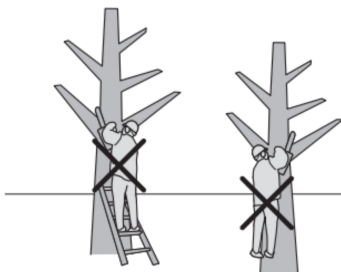

Abb. 17
- 6.** Betreiben Sie die Mini-Kettensäge nicht mit vollständig ausgestreckten Armen, versuchen Sie nicht, schwer zugängliche Bereiche zu sägen, und stellen Sie sich beim Sägen nicht auf eine Leiter (siehe Abb. 17).